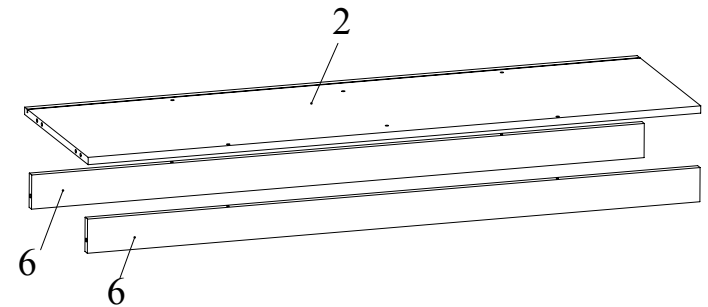

Рис.5
- Закрепить при помощи конфирматов 7x50 дно 2 с цоколями 6 (Рис. 5).